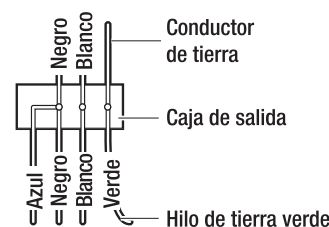

Figura 10
- Conecte el cable de alimentación del ventilador (negro) y el cable de alimentación de la lámpara (azul) al cable negro de la vivienda como se muestra en la Figura 10. No conecte el cable azul si el juego de la lámpara no es usado.
- Después de conectar los cables, asegure los conectores de cable (BB) con cinta aislante negra y sepárelos de modo que los cables verde y blanco estén en un lado de la caja de salida y los cables negro y azul en el otro lado. (o sea, el conector con conexión a tierra en un lado y los cables vivos en el otro lado).
- Gire los conectores de cable (BB) hacia arriba y empuje el cableado dentro de la caja de salida.